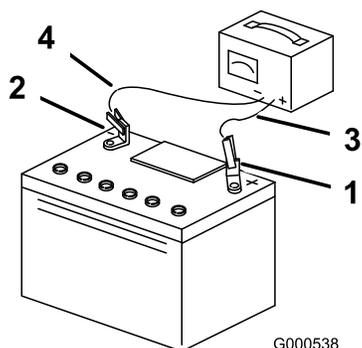

Рисунок 49
5. После полной зарядки аккумулятора отсоедините зарядное устройство от электророзетки и штырей аккумулятора (Рисунок 49).